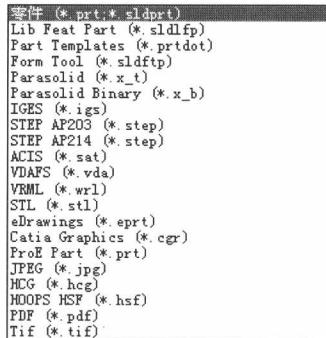

图 1-10 【保存类型】下拉列表
- 保存类型：用于选择所保存文件的类型。通常情况下，在不同的工作模式下，系统会自动设置文件的保存类型。保存类型并不限于 SolidWorks 类型的文件，如*.sldprt、*.sldasm 和*.slddrw，还可以保存为其他类型的文件，从而方便其他软件对其调用并进行编辑。图 1-10 所示为【保存类型】下拉列表，列出了 SolidWorks 可以保存为的文件类型。